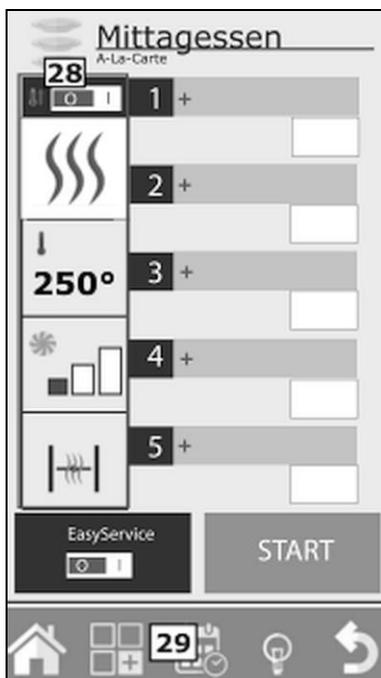

Abb. 35
1. Um ein Programm Rack Control zu ändern, betätigen Sie nach dem Öffnen von diesem die Taste 28 (Abb. 35) in der linken Spalte der angezeigten Einstellungen.
2. In diesem Fall drücken Sie die Taste Funktionen (29, Abb. 35) und fahren Sie mit den Einstellungen fort, wie im Abschnitt „Kopieren, Verschieben, Umbenennen und Löschen von Garprogrammen“ beschrieben.
3. Drücken Sie dann die Taste Funktionen (29, Abb. 35) und fahren Sie mit der Speicherung des Programms, wie im Abschnitt „Speicherung eines Garprogramms“ erklärt, fort.